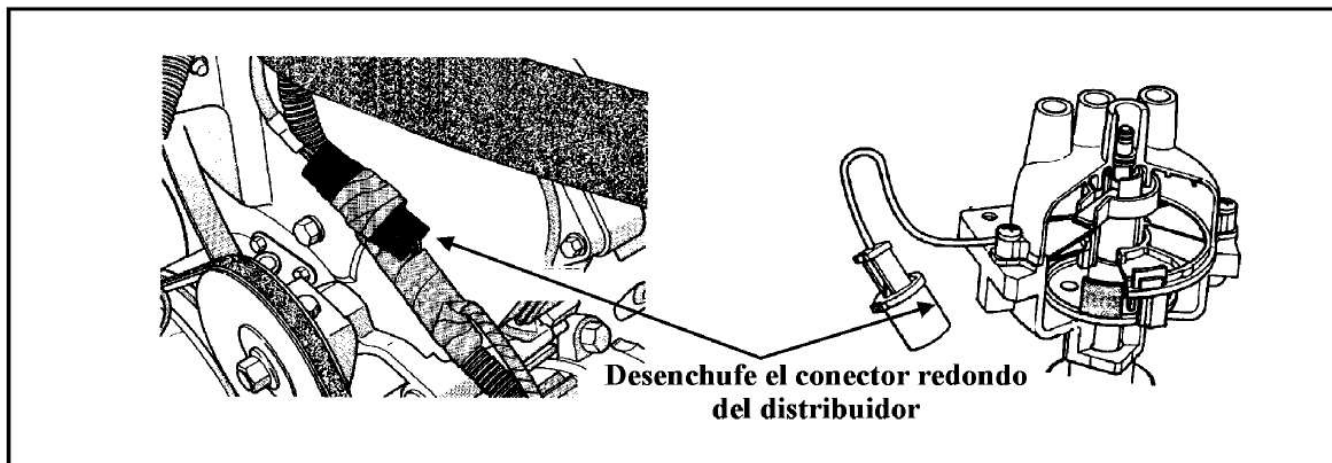
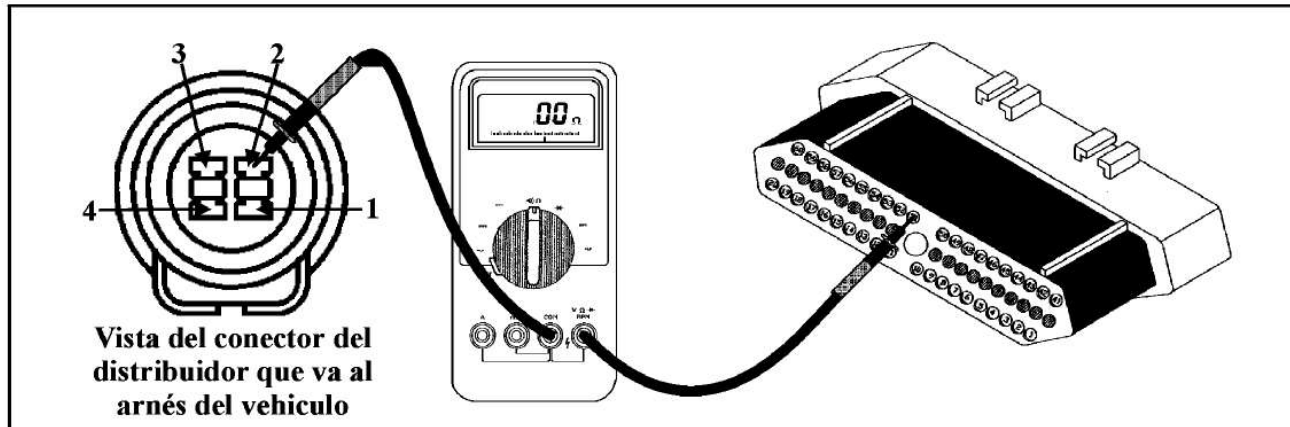

Figura 23
Figura 24
- Vaya al distribuidor y localice el arnés de alambres que sale de su parte baja. Siga el arnés desde el distribuidor hasta llegar a un conector redondo con 4 alambres como se ve en la figura 23. Desconecte éste conector y también el del TCM. Haga una prueba de continuidad desde el terminal 2 en el conector redondo al terminal 51 en el conector del TCM como se ve en la figura 24. Si no hay continuidad, repare el alambre. Si la hay, vaya al proximo paso.